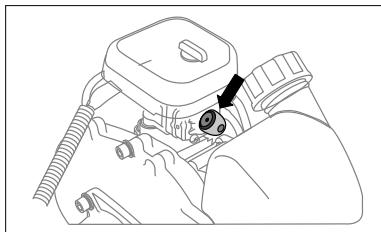

рис. 9
- 3. Пять-семь раз нажмите на прозрачный колпачок ручной подкачки топлива (праймер), расположенный между воздушным фильтром и топливным баком, для заполнения карбюратора топливной смесью (рис. 9). При этом сквозь прозрачный колпачок кнопки должна просматриваться подкачиваемая топливная смесь. Если топливная смесь не заполнила колпачок, нажмите на праймер еще несколько раз.